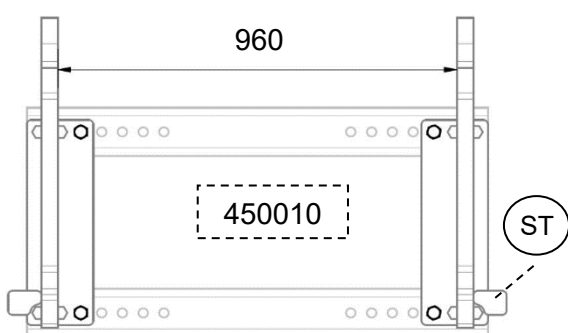

Abb. 7.1
Bei der Montage von Schnellwechslern muss das Maß C-C (siehe Abb. 7.1 bis 7.8) eingehalten werden. Auch die Position des Anschlags (ST) ist ein wichtiger Teil der Montage.